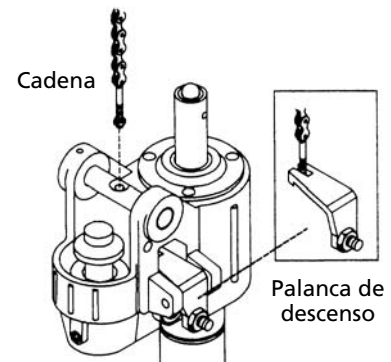

Figura 3 – Palanca de descenso
- Alimente la cadena (incluida en la unidad de manubrio) a través del agujero del eje. Acople la cadena a la palanca de descenso (vea la Figura 3).